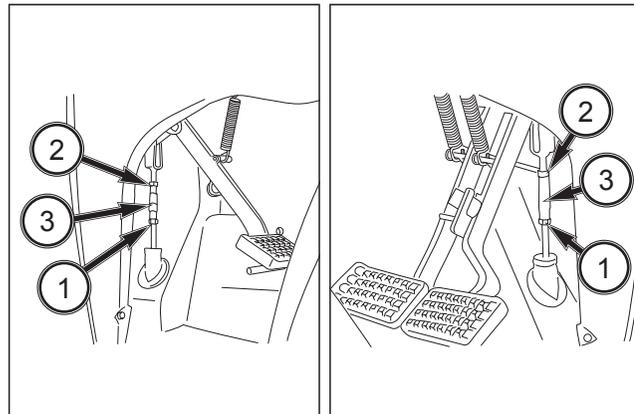

FIG. 176
**FIG. 176 et 177 :** Desserrez l'écrou de blocage (1) (filet droit) et l'écrou de blocage (2) (filet gauche). Réglez le manchon (3) pour obtenir la garde de pédale de frein correcte.